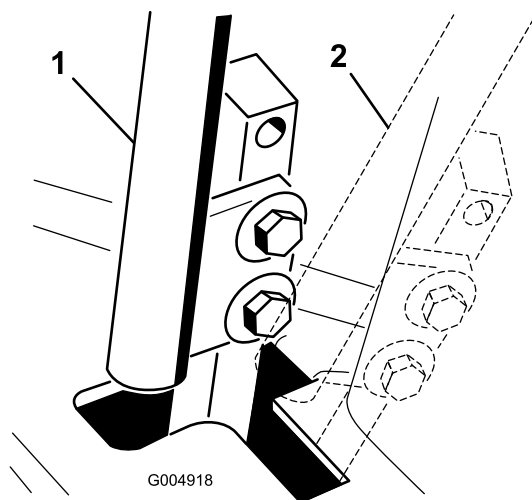

Figure 73
4. Placez le levier de commande au POINT MORT, **sans le verrouiller** (Figure 73).
6. Vérifiez la position du levier par rapport au cran de la console (Figure 73).